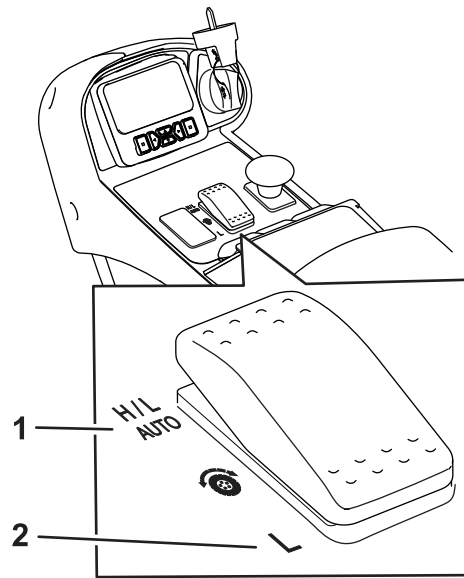

Figura 25
- En condiciones de uso normales, esta máquina está diseñada para funcionar en la posición H/L AUTO del interruptor de gamas de velocidad (Figura 25). Esta posición permite que la máquina cambie automáticamente entre las gamas de velocidad alta y baja, dependiendo de si se utiliza la máquina para segar o para el transporte.
- Cuando se selecciona la posición BAJA del interruptor de gamas de velocidad (Figura 25), la máquina funciona siempre en la gama de velocidad baja. Este ajuste es preferible para desplazamientos dentro de un taller, para cargar o descargar la máquina de un remolque, para subir cuestas empinadas o en cualquier otra situación en la que no se desee utilizar las altas velocidades de tracción de la gama de velocidad alta.
Esta máquina está equipada con 2 gamas de velocidad de tracción: baja y alta. El interruptor de gamas de velocidad le permite seleccionar las posiciones siguientes (Figura 25):